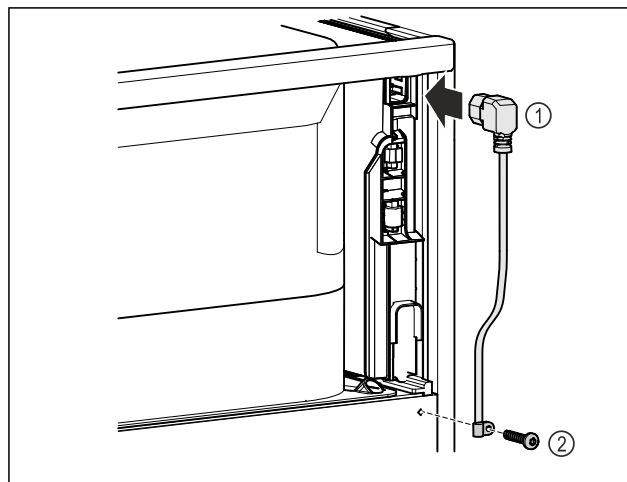

Fig. 11
- Включете буксата за свързване на уреди с ниска мощност на захранващия кабел Fig. 11 (1) от задната страна на уреда.
- Монтирайте кабелната муфа. Fig. 11 (2)